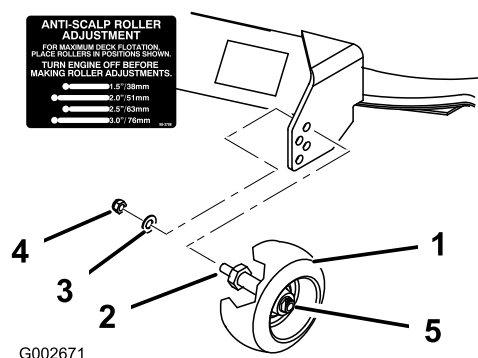

Figure 14
- A. Lorsque la hauteur de coupe est réglée, enlevez l'écrou et la rondelle tout en maintenant le goujon avec une clé (Figure 14).
Remarque: N'enlevez pas l'écrou et la rondelle de la roue (Figure 14).
- B. Choisissez le trou qui convient pour que la roue de jauge se trouve le plus près possible de la hauteur de coupe correspondante voulue (Figure 14).
3. Remettez l'écrou et la rondelle sur le goujon (Figure 14).